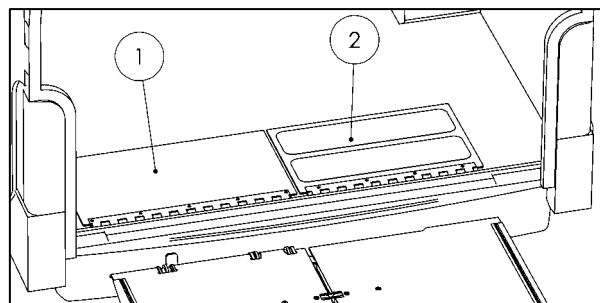

Abbildung 76
- Das Überfahrblech mit der rutschfesten Beschichtung (Pos. 2) auf der rechten Seite anschrauben. Dabei muss die rutschfeste Beschichtung bei zugeklapptem Überfahrblech oben sein (siehe Abbildung 76).
- Das unbeschichtete Überfahrblech (Pos. 1) auf der linken Seite anschrauben (siehe Abbildung 76).